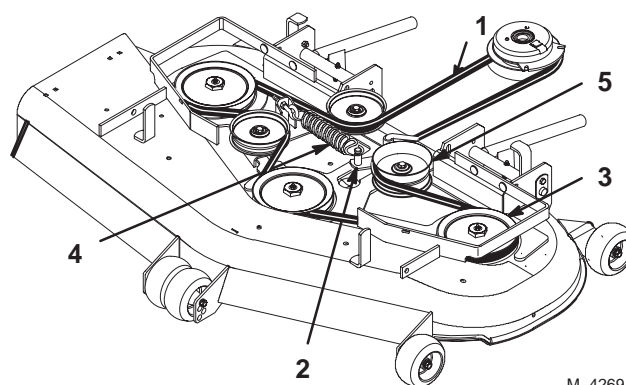

Figure 66
5. Déposez la courroie. Commencez à la poulie extérieure et tournez la courroie pour la déposer (Fig. 66).
8. Remettez la poulie de tension en place et installez la courroie sur les autres poulies (Fig. 66).